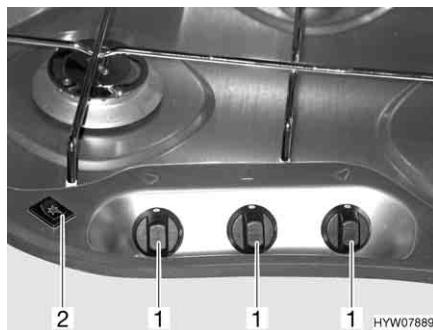

Fig. 111 Elementi di comando (fornello a gas)
- ▷  Nei fornelli a gas senza accensione elettronica, non è presente il rispettivo interruttore a bilico (Fig. 111,2).
- Ruotare il pomello girevole (Fig. 111,1) dell'impianto a fiamma libera desiderato in posizione accesa (fiamma alta).
- Accensione elettronica: Premere l'interruttore a bilico (Fig. 111,2). Sul bruciatore vengono prodotte scintille.